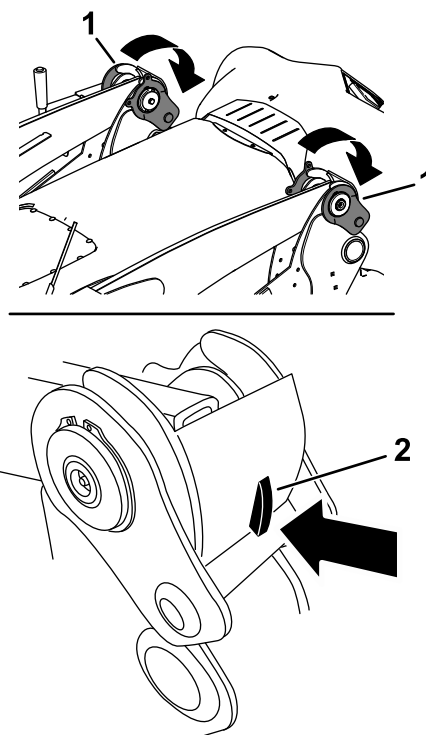

Рисунок 56
7. Заблокируйте стрелы погрузчика на машине, опустив каждый фиксатор стрелы погрузчика так, чтобы замки фиксаторов удерживали фиксаторы на месте (Рисунок 56).